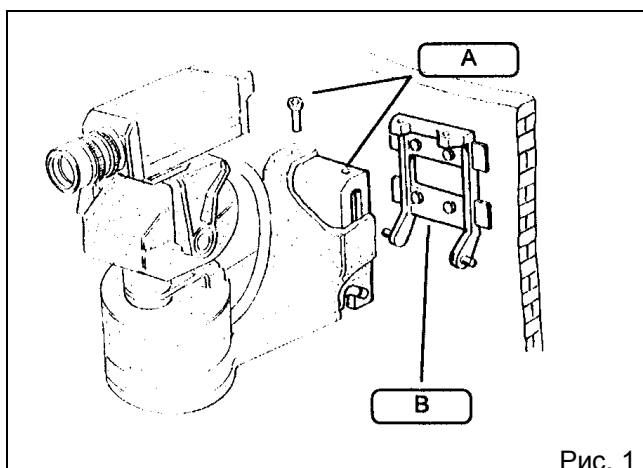

Рис. 1
4. Закрепите кронштейн **B** на стене (рис.1)